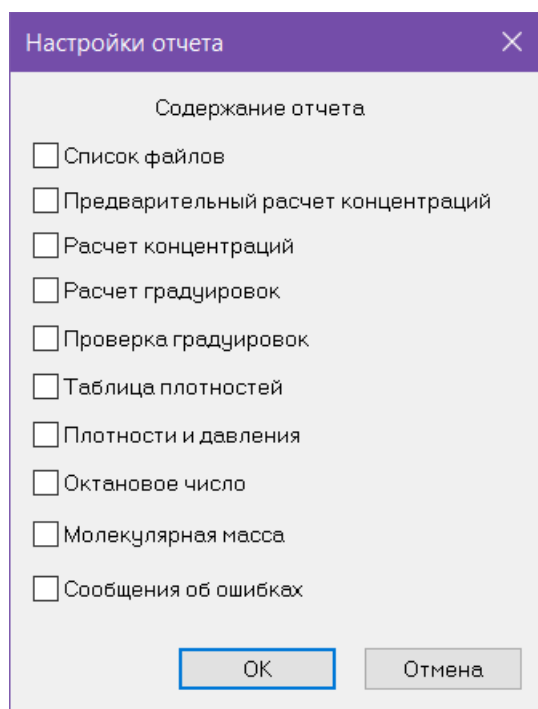

Рис. 5: Окно «Настройки отчёта»
1. Чтобы сформировать отчёт, нажмите **Настройки отчёта**. Откроется окно *Настройки отчёта* (Рис. 5).